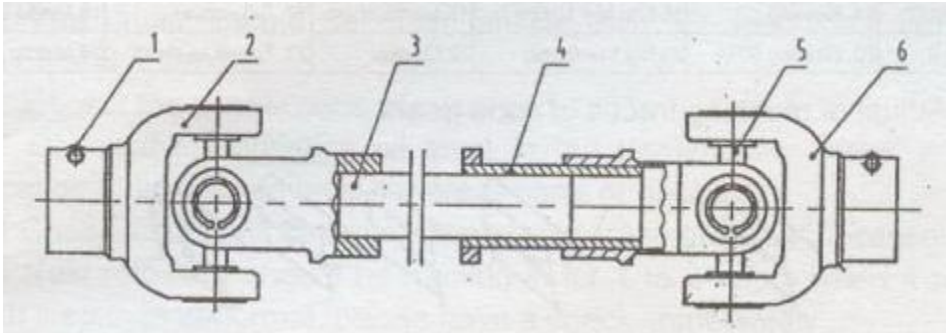

Рисунок 2.
3.2. Присоедините вал отбора мощности и приводной вал почвофрезы к передаточному трансмиссионному валу. Качественно закрепите осевой штифт. Смотрите рисунок 2.